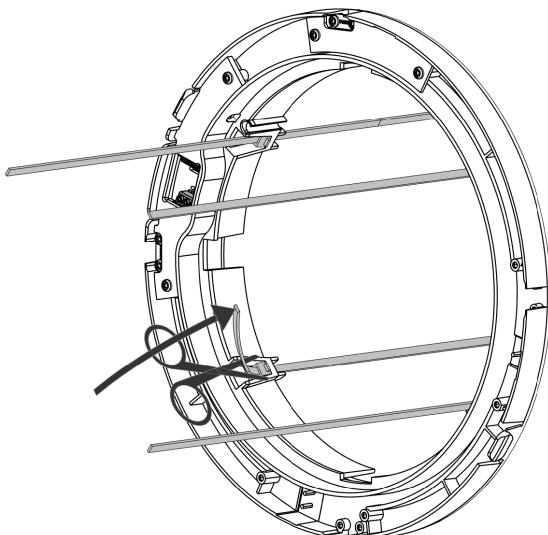
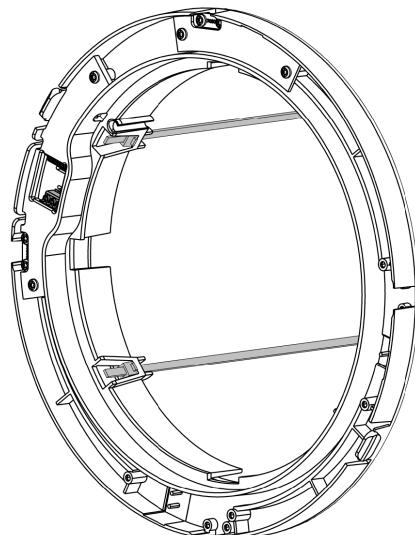

Figure 24 - Pliez et coupez les autres bandes.
Figure 25 - Le chapeau de façade est désormais fixé.
5. Pliez l'extrémité de chaque bande de montage du chapeau de ventilation afin de pouvoir couper la longueur superflue pour l'**« entonnoir »** du chapeau de façade (voir Figure 24 et Figure 25).